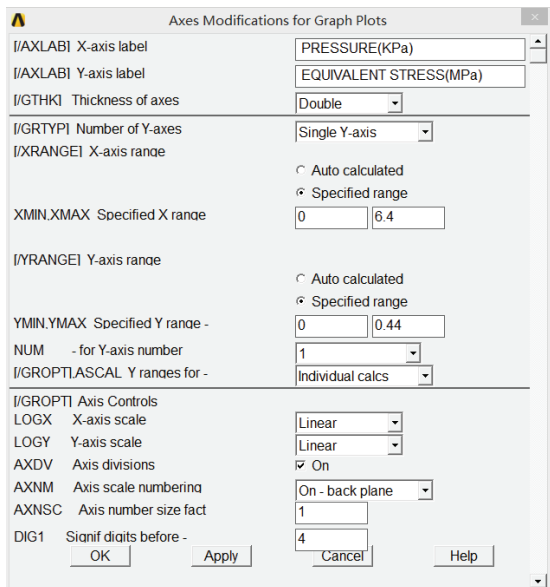

图 6-68 坐标轴设置对话框
32) 选择 Utility Menu | PlotCtrls | Style | Graphs | Modify Axes 命令, 出现 Axes Modifications for Graph Plots 对话框, 在 [/AXLAB] X-axis label 输入栏中输入 PRESSURE (KPa); 在 [/AXLAB] Y-axis label 输入栏中输入 EQUIVALENT STRESS (MPa); 在 [/XRANGE] X-axis range 选项中选择 Specified range, 在 XMIN,XMAX Specified X range 的两个输入栏中分别输入 0、6.4; 在 [/YRANGE] Y-axis range 选项中选择 Specified range, 在 YMIN,YMAX Specified Y range 的两个输入栏中分别输入 0、0.44; 在 NDIV Number of X-axis divisions 输入栏中输入 10; 在 NDIV Number of Y-axis divisions 输入栏中输入 10, 其余选项采用默认设置, 如图 6-68 所示, 单击 OK 按钮关闭该对话框。